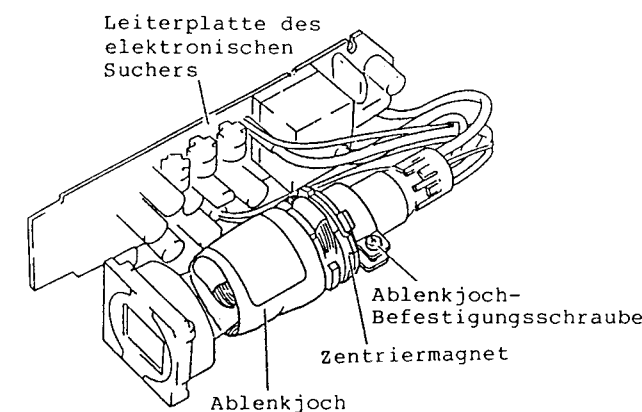

Abb. 4-13
1) Position des Ablenkjochs (Abb. 4-13)
2) Zentrierung des elektronischen Suchers (Abb. 4-13)